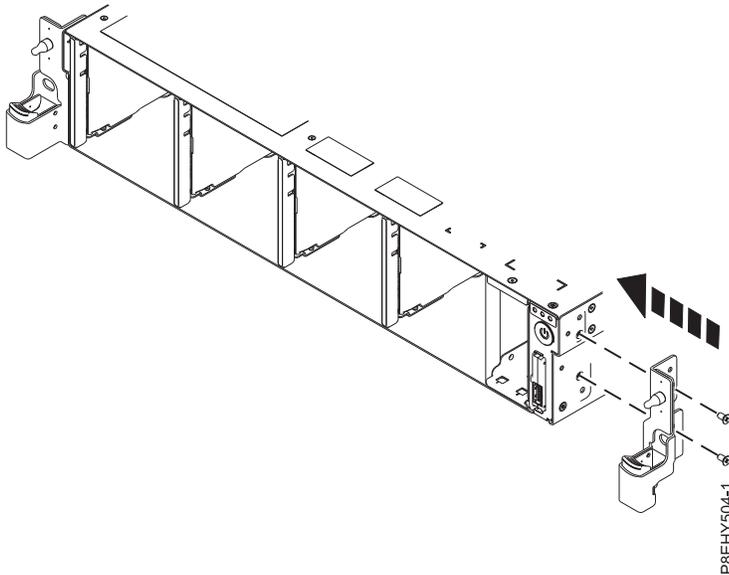

図 112. ラック取り付け支持具の再取り付け
- システムの側面にラック取り付け支持具を再取り付けします (98 ページの図 112を参照)。